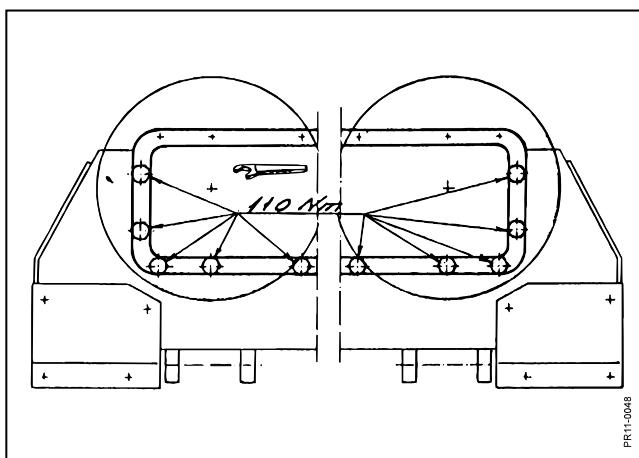

Fig. 5-4
**Fig. 5-4** For at undgå skadelige rystelser skal bjælken være godt fastspændt. M12 bolte: 110 Nm (11 Kpm) og M10 bolte: 70 Nm (7 Kpm). Bolte ved bjælkeender SKAL kontrolleres jævnligt.